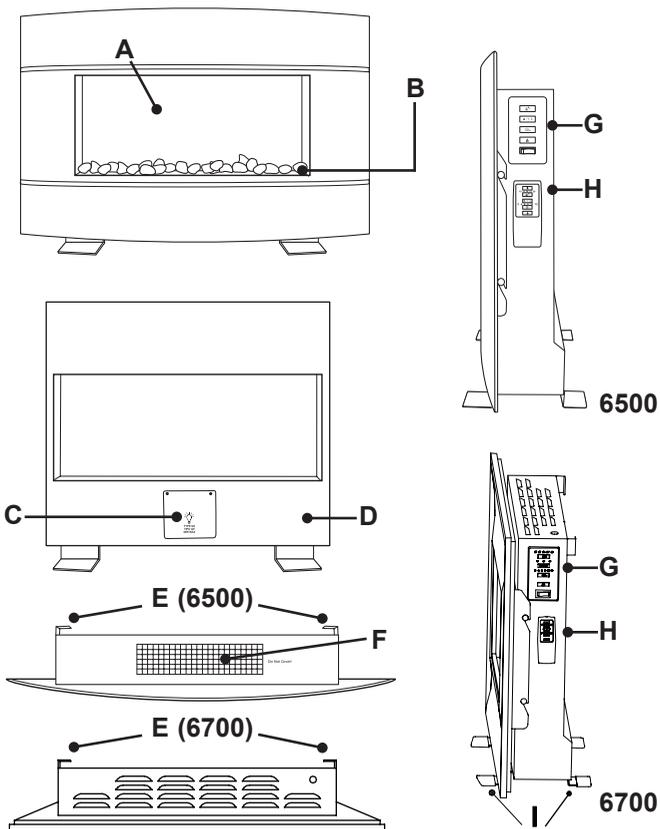

Figure 2
- Réglez l'interrupteur MARCHE-ARRÊT principal à la position (O) (voyez la fig. 2, N).
- Réglez l'interrupteur MARCHE-ARRÊT principal à la position (←) (voyez la fig. 2, N).